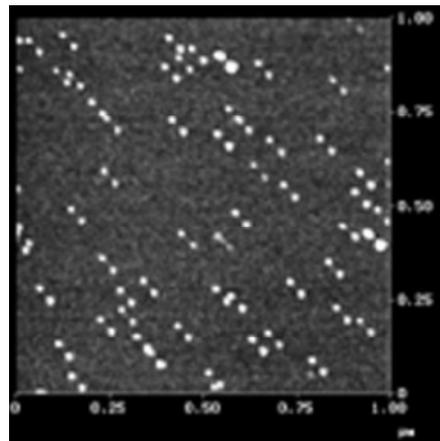

Figura 4. Ejemplo de imagen con punta doble. Tomado de [1].
4.2 Punta doble o múltiple. Si las estructuras se ven dobles o múltiples puede deberse a que el extremo final de la punta consiste en dos o más estructuras. En estos casos en las imágenes se ven las estructuras dobles o múltiples, todas con la misma orientación (Figura 4).